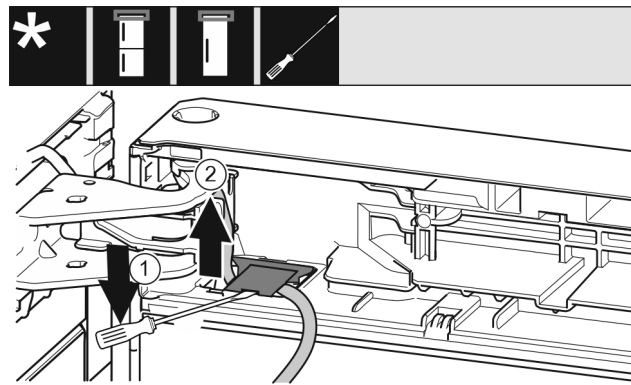

Fig. 11
- ▶ Con il cacciavite a intaglio, sollevare la copertura e rimuoverla. Fig. 11 (1)
- ▶ Estrarre il cavo. Fig. 11 (2)